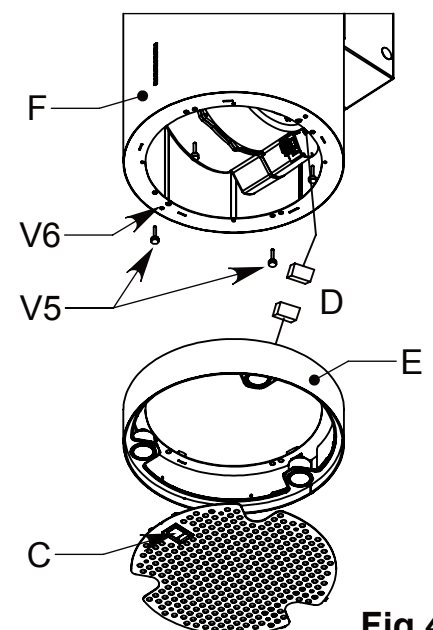

Fig.4
- Rimuovere il filtro metallico agendo sulla maniglietta (C).
- Disconnettere il connettore (D) del cavo dei faretti.
- Rimuovere il corpo (E) dal cono (F) svitando le 4 viti metriche M4 zigrinate (V5).
- Svitare leggermente le 2 viti metriche di centratura e di antirotazione (V6) presenti nella flangia inferiore del cono (F); centrare le asole del vetro con le viti metriche.
- Agganciare il corpo (E) al cono (F) con le 4 viti metriche M4 zigrinate.
- Riconnettere il connettore (D).
- Riagganciare il filtro metallico agendo sulla maniglietta (C) Fig.4.
- Remove the metal filter using the corresponding handle (C).
- Disconnect the connector (D) of the spotlight cable.
- Remove the body (E) from the cone (F) by unscrewing the 4 knurled metric screws M4 (V5).
- Unscrew a little bit the two centering and anti-rotation metric screws (V6) in the bottom flange of the cone (F); centre the holes on the glass section with the metric screws.
- Attach the body (E) to the cone (F) with the 4 knurled metric screws M4.
- Connect the connector (D) again.
- Put the filter back in place using the corresponding handle (C) Fig.4.